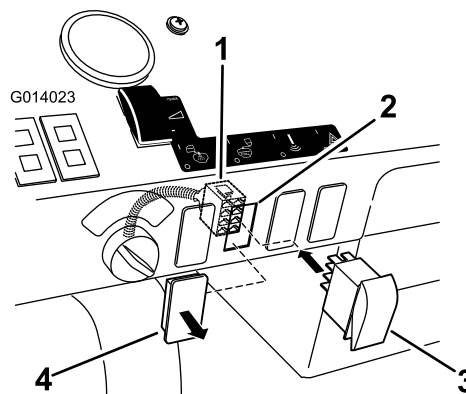

図 28
- 1. ダッシュボード上で、エダクタ・スイッチ用のプラグを探し出す図 28。
- 2. ダッシュボード上のプラグを外して穴にする図 28。
- 4. ダッシュボードを通してボックス・コネクタにスイッチを取り付けるスイッチについているLEDが上位置になるように図 28。